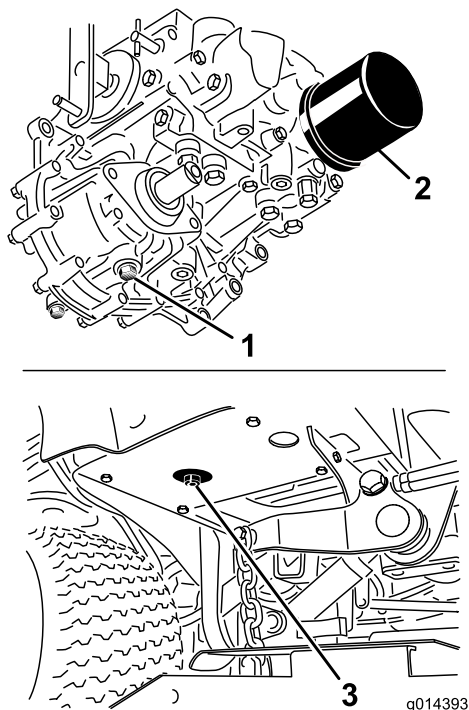

Figure 51
3. Placez un grand bac de vidange sous le réservoir de liquide hydraulique et le carter de transmission, et enlevez les bouchons pour vidanger tout le liquide hydraulique (Figure 51).
4. Nettoyez la surface autour du filtre à huile hydraulique et retirez le filtre (Figure 51).